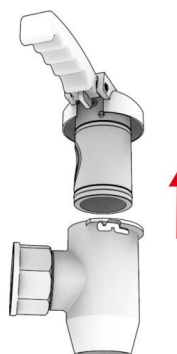

Рис. 4.4
9.9.4 Поднимите всю верхнюю часть крана (см. Рис. 4.4).